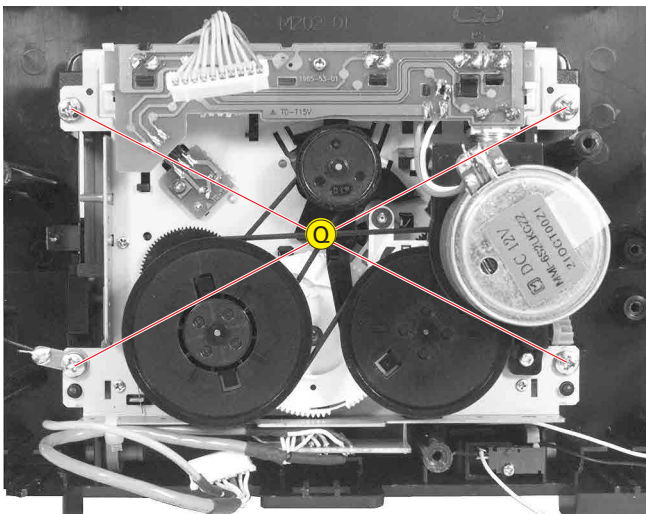

Fig. 24
- 4 Schrauben Ⓞ (Fig. 24) herausdrehen.
- Undo 4 screws Ⓞ (Fig. 24).